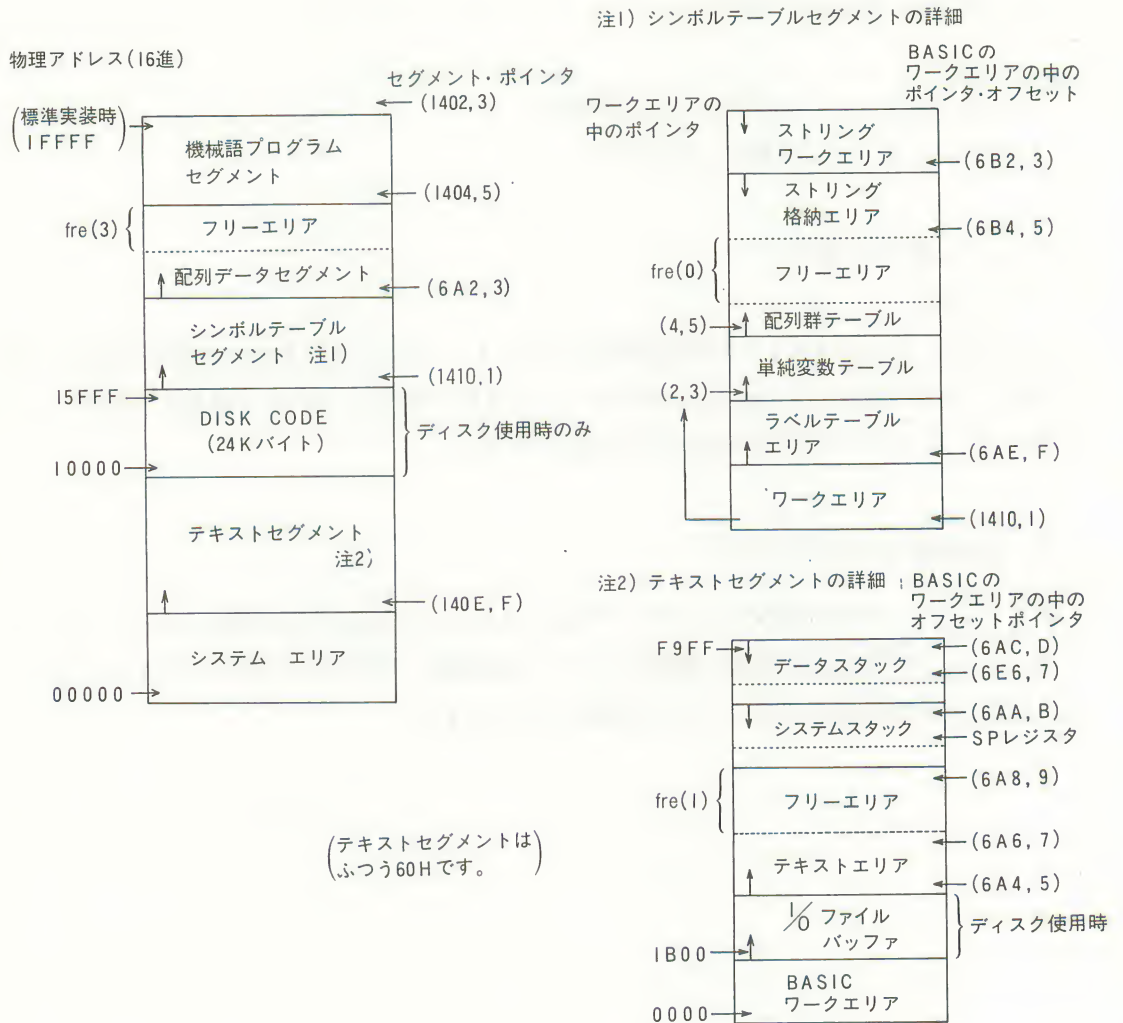

図 1-5 N₈₈-BASIC(86) 使用時のメモリマップ
N₈₈-BASIC(86) 使用時のメモリ・マップを図 1-5 に示します。
表 1-2 は、図 1-5 の各セグメントポインタの値です。